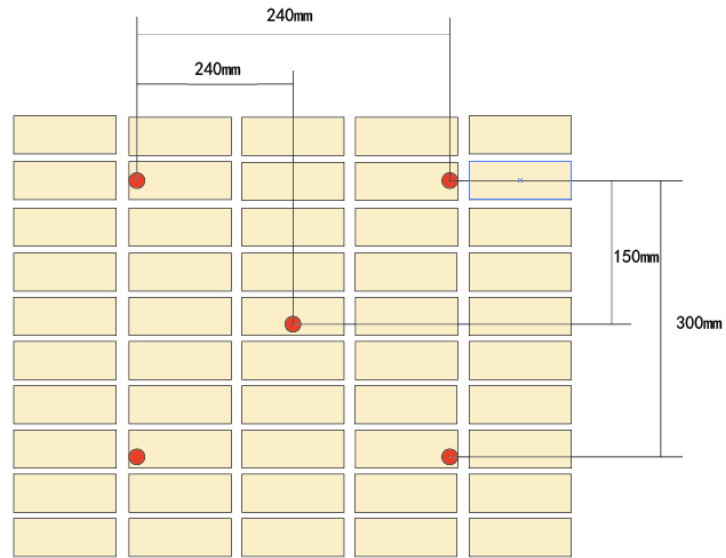
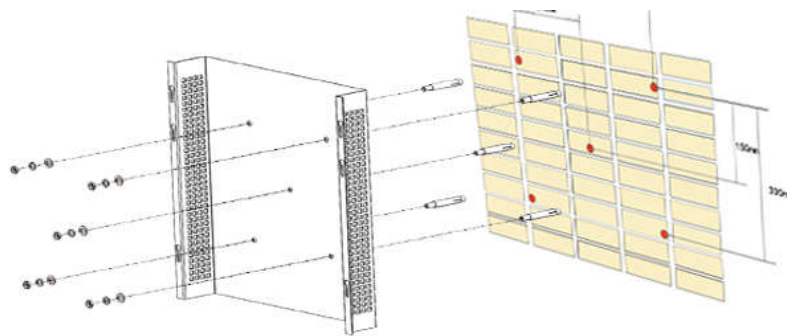

图 5-2 墙面孔位示意图
图 5-3 墙面背板安装图
- 取出背板, 按照图 5-2、图 5-3 所示尺寸标记出逆变器背板的安装孔位;